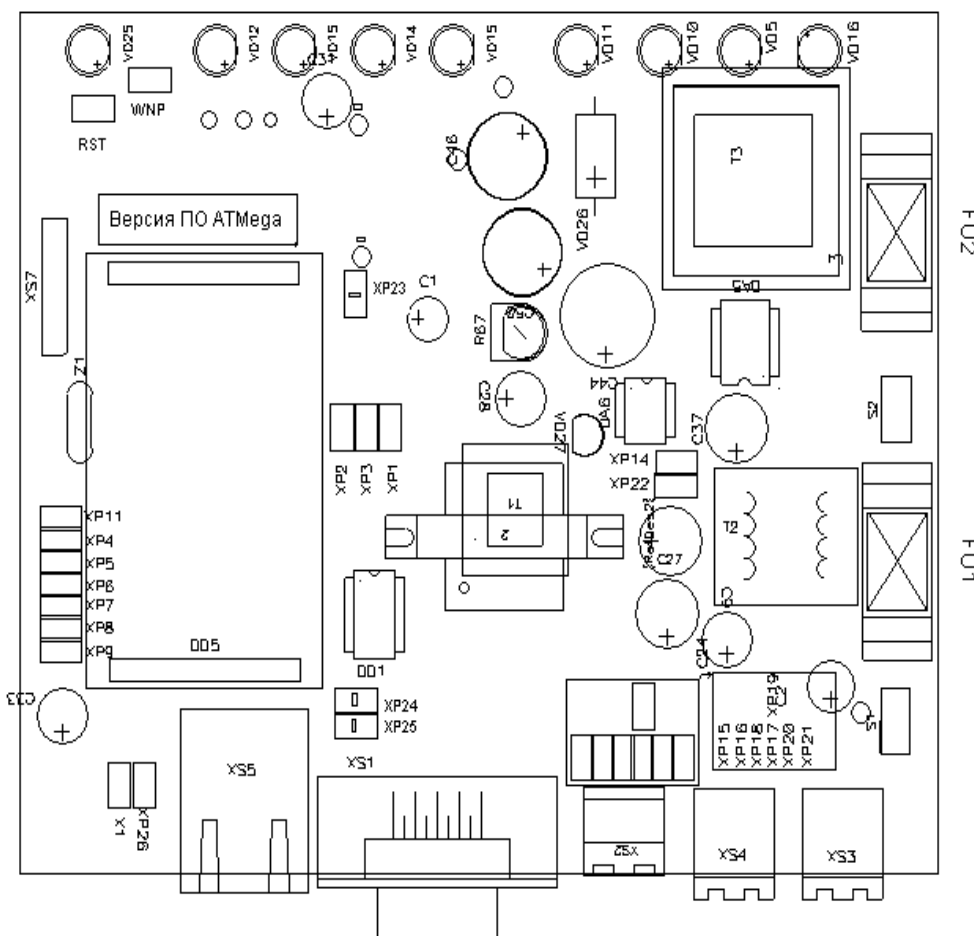

Рисунок 5: Расположение переключек на плате коммуникатора
4.6 Выбор необходимой конфигурации коммуникатора в зависимости от типа поддерживаемого устройства осуществляется конфигурационными переключками и установкой модуля ТСР/ІР-01 с необходимой программой (см. табл. 2). Расположение переключек приведено на рис. 5.
4.7. Версия программного обеспечения микроконтроллера АТМega написана на соответствующей этикетке (см. рис. 5).
Исключение составляет переключка WNP (см. рис. 5). При включении питания коммуникатора при установленной переключке WNP действуют заводские значения ip-параметров (пароль доступа к конфигурации не установлен). Если переключка WNP снята, то действуют установленные пользователем параметры. **Если переключка WNP установлена, то коммуникатор находится в режиме установки ip-параметров и работать не будет. После завершения установки ip-параметров ее обязательно нужно снять.**